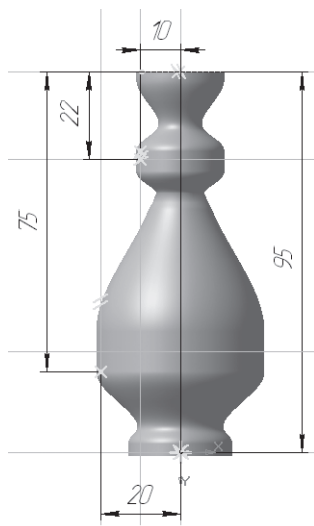

Рис. 266
- от верхней прямой разведите параллельные прямые на 22 мм и 75 мм, подтверждая нижние прямые (рис. 266);